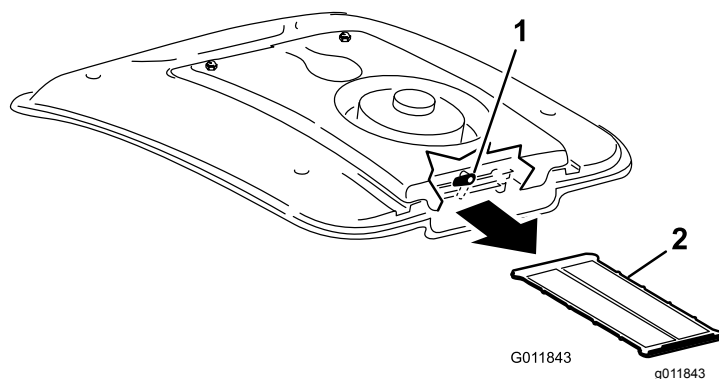

Figura 115
2. Ruotate di lato il dispositivo di chiusura sulla parte posteriore del supporto della ventola (Figura 115).
3. Estraiete la griglia A/C da sotto la serpentina refrigerante (Figura 115).
4. Pulite accuratamente la griglia con aria compressa (Figura 115).